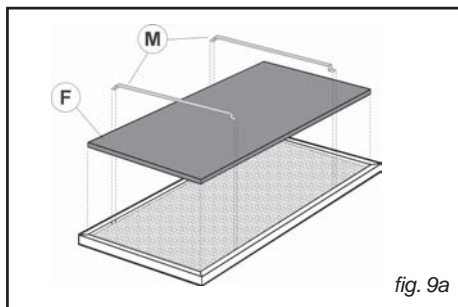

fig. 9a
Retire los filtros de carbón (F) y retenedores de filtros (B) que se encuentran en el filtro antigrasa (Fig. 9a-9b).